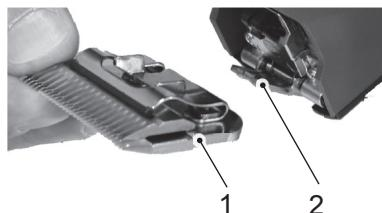

Fig. 8
6. Mettez la tête de coupe désirée sur la charnière de peigne et rabatbez-là par pression légère vers la tondeuse en marche (fig. 8, 9, 10).